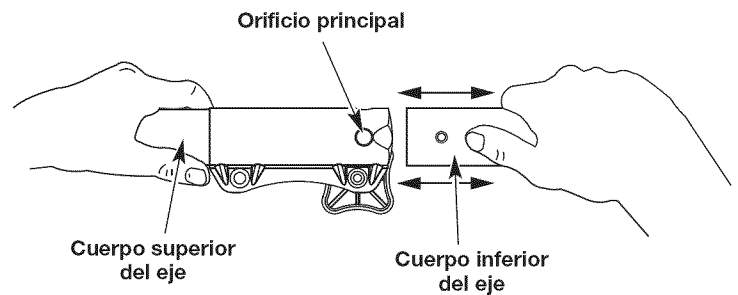

Fig. 5
2. Mientras sostiene el accesorio con firmeza, empuje en línea recta hacia dentro del acoplador Convertible™ hasta que el botón de desconexión encaje firmemente en el agujero principal (Fig. 5).
3. A la vez que sujeta firmemente la caja del eje superior, saque el accesorio del acoplador Convertible™ (Fig. 5).